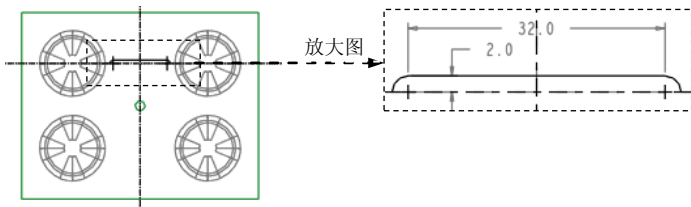

图 22.15 截面草图
- (1) 单击 **模型** 功能选项卡 **切口和曲面** 区域中的 **旋转** 按钮。
- (2) 定义草绘截面放置属性。右击, 从快捷菜单中选择 **定义内部草绘...** 命令。草绘平面为 MAIN_PARTING_PLN 基准平面, 草绘平面的参考平面为 MOLD_RIGHT 基准平面, 草绘平面的参考方向是 **右**。单击 **草绘** 按钮, 系统至此进入截面草绘环境。
- (3) 进入截面草绘环境后, 选取 MOLD_FRONT 和 ADTM3 基准平面为参考, 绘制图 22.15 所示的截面草图。完成特征截面后, 单击“草绘”操控板中的“完成”按钮
- (4) 定义旋转角度。旋转角度类型为 , 旋转角度为 -180° 。
- (5) 在“旋转”操控板中单击操控板中的 按钮, 完成特征创建。